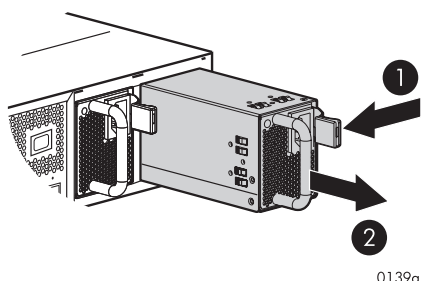

Figure 3 Een voedingseenheid verwijderen
2. Terwijl u de donkerrode vergrendeling naar links schuift (1, Figure 3), pakt u de handgreep vast en trekt u de voedingseenheid uit de enclosure (2).